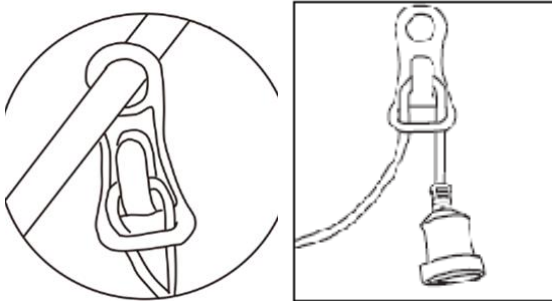

Rys. 9
### Ustawienie wysokości koszenia (rys. 9)
1. Ustawienia kółka (rys. 9)